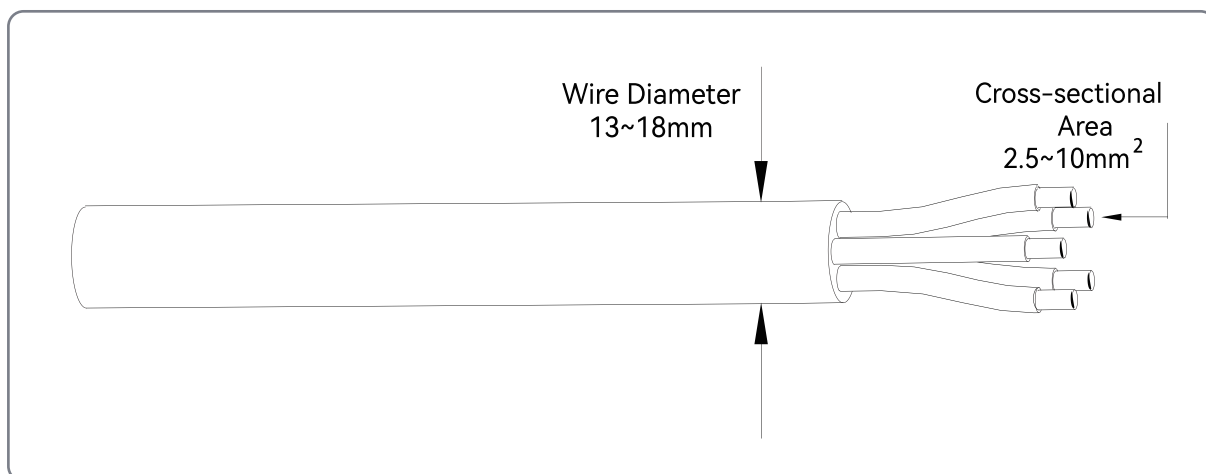

Abbildung 5-4
- 2** Wählen Sie gemäß Abbildung 5-4 ein geeignetes Kabel aus, manteln Sie das Drehstromkabel 50mm weit ab und isolieren Sie das Ende der 3L-/PE-/N-Leiter 8 mm weit ab.